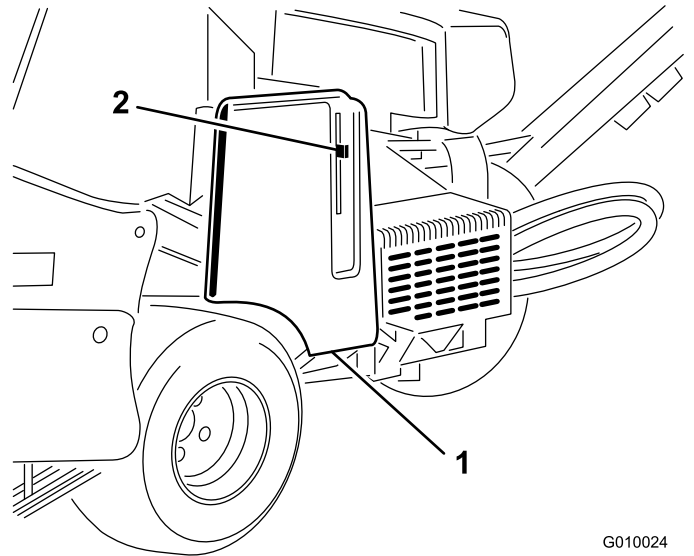
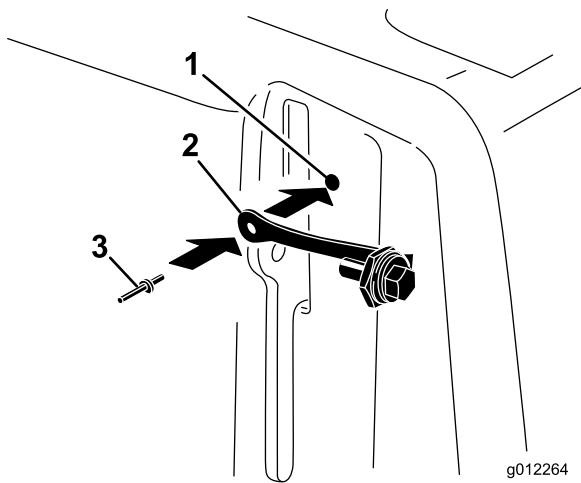

图 6
图 7
1. 找到皮带罩上紧靠门锁杆的孔（图 6 和图 7）。
2. 使用弹伸铆钉将系索总成安装到皮带罩上的孔（图 7）。